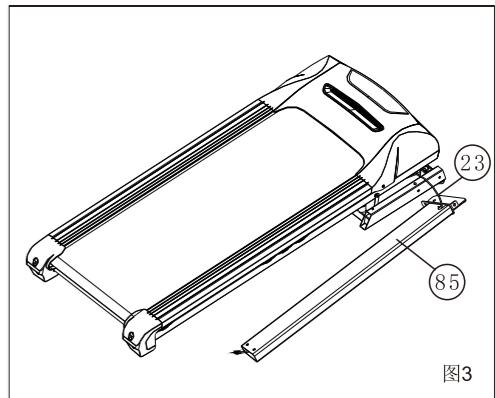
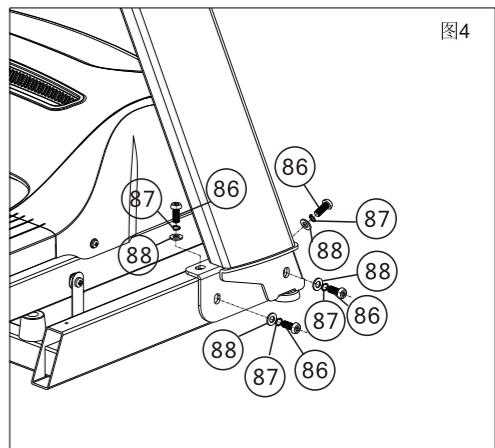

图3
图4
将跑台摆放妥当后(跑台需置放于开阔的地方，并保证地面水平无杂物)。取出左右立柱(编号：84/85)，立柱上已标示了L左,R右，将跑台底架线(编号：23)从立柱(R右)柱孔中穿入立柱至立柱上端穿出(图3所示)。将右侧立柱放置在右侧底柱上，取出立柱安装螺丝、弹簧垫圈及平垫圈(编号：86/87/88)，对好螺孔，将螺丝扭入50%(图4所示)。再取出左侧立柱。将左侧立柱插入左侧底柱上，取出立柱安装螺丝、弹簧垫圈及平垫圈(编号：86/87/88)，对好螺孔，将螺丝扭入50%(图4所示)。
③ 钩脚套安装。将128(2件)按附图3安装在多功能架上,套上129(2件)。
④ 按摩头安装。按附图4把按摩头平放于按摩架顶部座板上(按摩头开关向右),将132依次套上133、134后穿过座板对应孔旋紧。